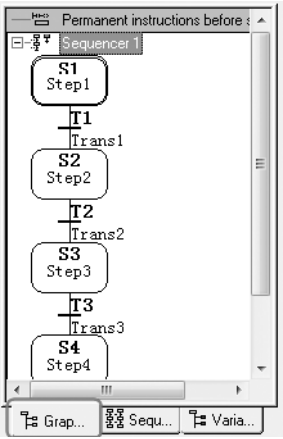

图 7-19 概览窗口的 Graphic 视图
1) 概览窗口的 Graphic 视图。如图 7-19 所示，Permanent instructions 的英文原意为永久的指令。可以通过鼠标右键单击图中的区域，在提示 “Insert New Element” → “Permanent Instruction” 下，选择 “Condition” 或者 “Call”。不论顺控器的状态如何，这些指令可以在每次扫描时被执行。可以在 S7 – GRAPH 的 FB 中编写任意多的指令。